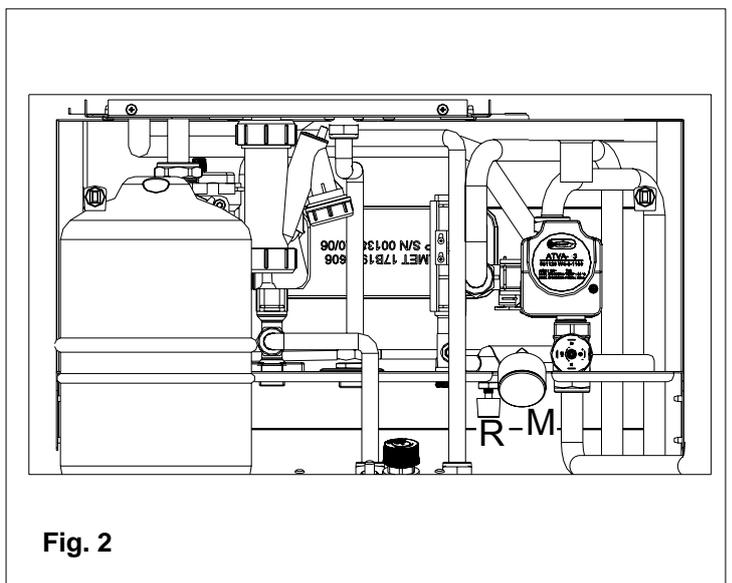

Fig. 2
- ouvrir aussi le robinet de remplissage **R** (fig. 2)
- au moyen du manomètre **M** (fig. 2), contrôler que la pression de l'installation atteint 1 bar et que le voyant **11** (voir tableau de commande page 10) est allumé